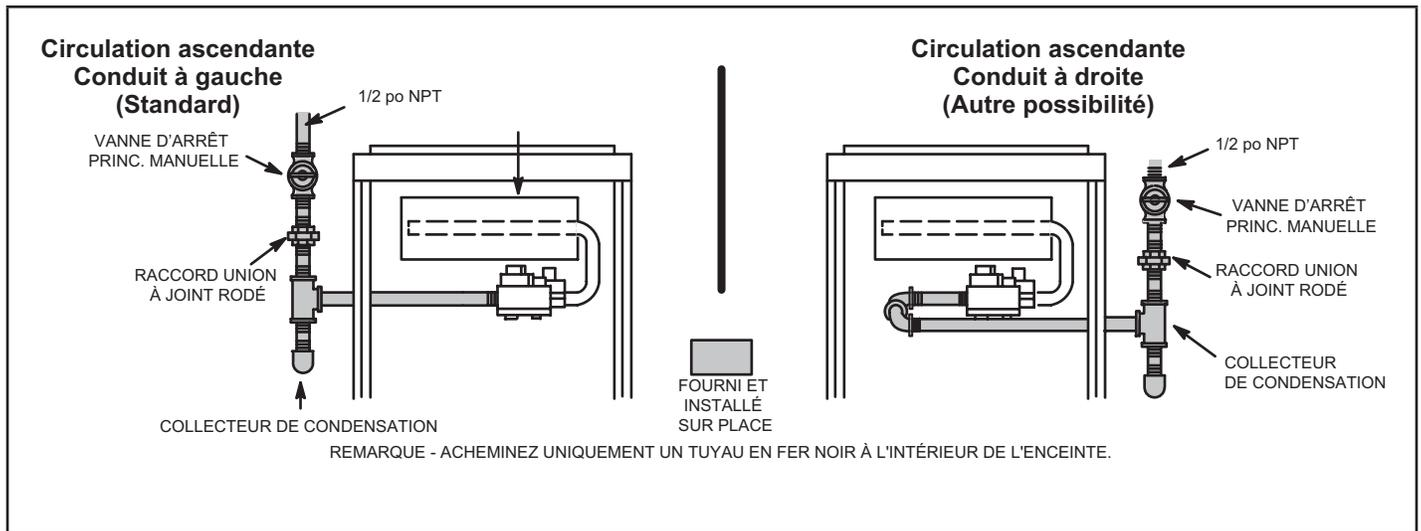
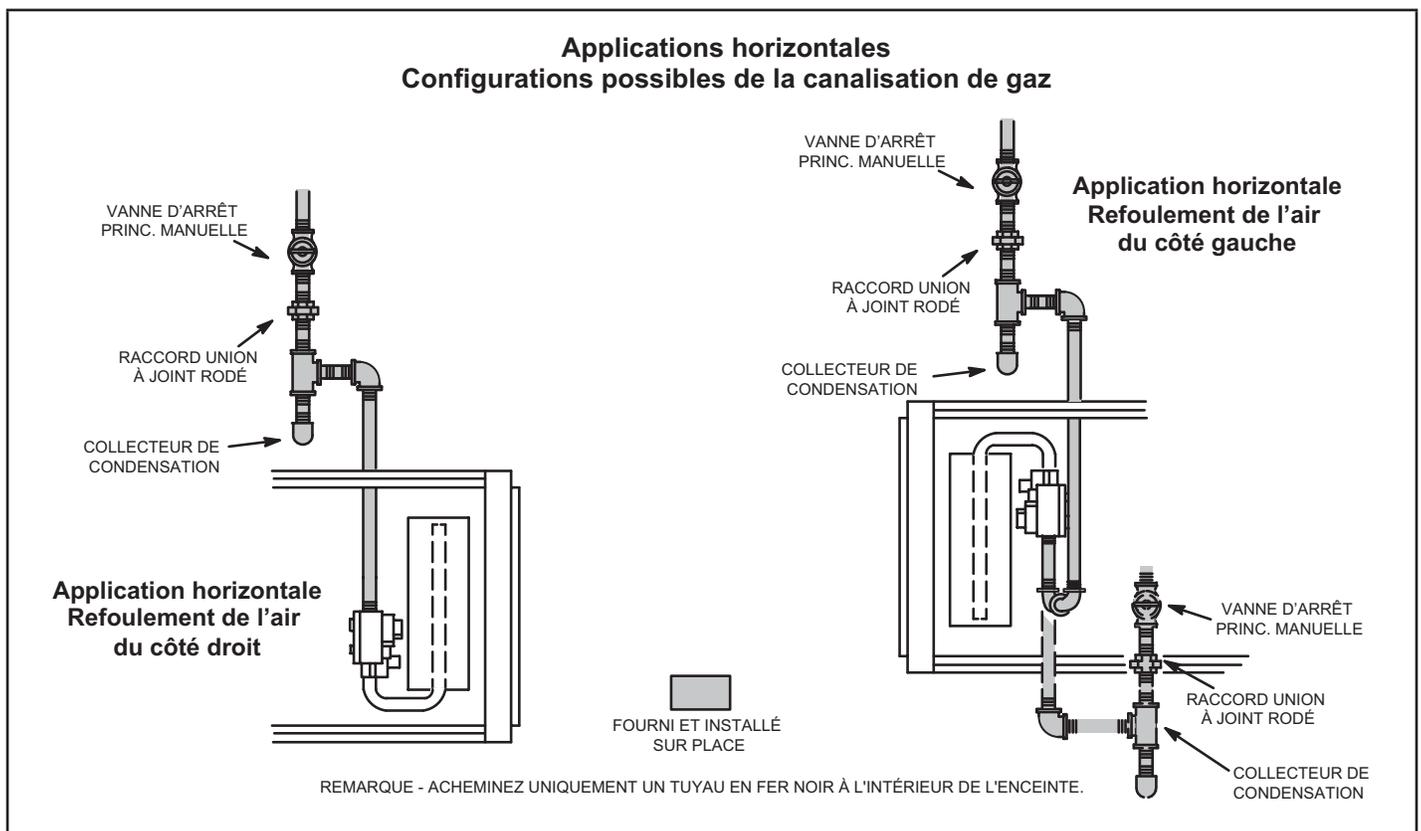

FIGURE 56
FIGURE 57
- 1 - La canalisation de gaz peut pénétrer dans l'appareil par le côté droit ou le côté gauche. La canalisation d'alimentation entre dans la vanne de gaz par le côté de la vanne, comme illustré à la FIGURE 56. Connecté la canalisation de gaz sur la vanne. La canalisation de gaz doit être serrée à un couple minimum de 350 livres et un maximum de 800 livres sur la vanne de gaz.
- 3 - La canalisation de gaz ne doit pas traverser les conduits d'air, les chutes à linge sale, les cheminées ou conduits d'évacuation des gaz, les monte-plats ou les cages d'ascenseur. Centrez la canalisation de gaz dans l'ouverture. La canalisation de gaz ne doit pas toucher le côté de l'unité. Reportez-vous à la FIGURE 56 et à la FIGURE 57.